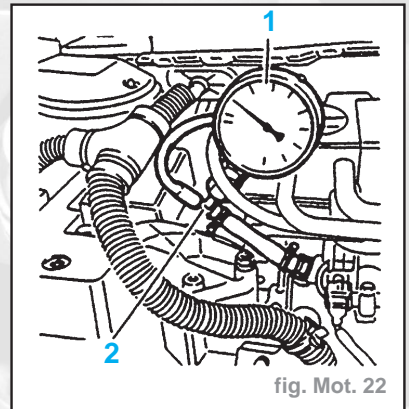

fig. Mot. 22
- Raccorder le manomètre (1) à l'aide du raccord et du té (2) (fig. Mot. 22).